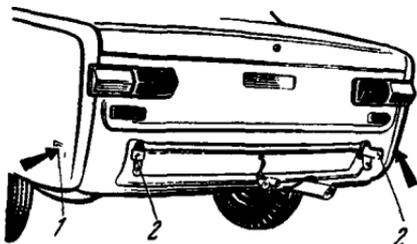

Рис. 76. Крепление бампера
**Бамперы.** Передний и задний бамперы крепятся двумя боковыми винтами 1 (рис. 76), соединяющими бампер с крыльями, и двумя гайками крепления бампера к центральному кронштейнам 2. Следует предостеречь тех, кому придется самостоятельно менять бампер: при выполнении операции будьте внимательны и не оцарапайте крылья кромками бампера.